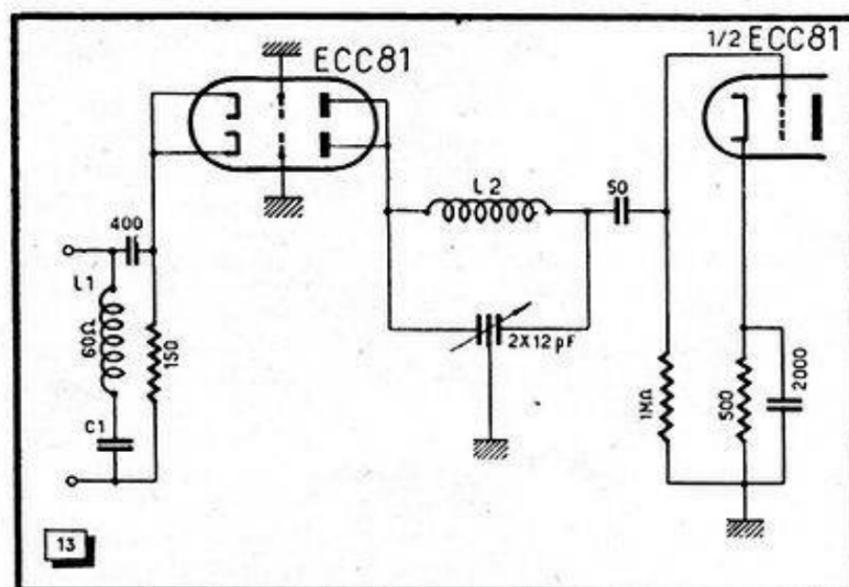
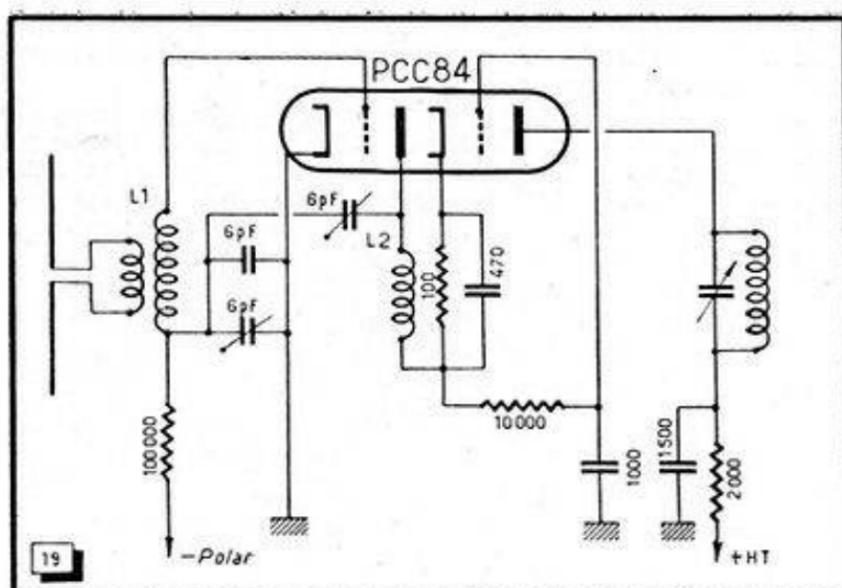

Fig. 13. — Amplificateur commandé par la cathode à circuit de liaison série.
Fig. 19. — Cascode à neutrodynage capacitif et circuit de liaison série
Mais le souffle peut être réduit de plus de la moitié en adoptant le circuit d'entrée de la figure 13 (3). Ici, la grille de commande est connectée à la masse, et le signal est appliqué à la cathode. Le courant électronique est donc toujours commandé par une variation de la tension entre grille et cathode; le gain de l'étage s'écrit encore
Dans notre cas (fig. 13) où deux éléments d'une ECC81 sont mis en parallèle, donnant une pente totale de 10 mA/V, on obtient une impédance de 100 Ω. La résistance de polarisation de 150 Ω s'y trouvant connectée en parallèle, on arrive à une valeur totale de 60 Ω. On peut donc connecter
Le gain total de l'étage est plus réduit que dans le cas d'une commande par la grille où intervient une transformation d'antenne. On le fait donc quelquefois suivre d'un second étage H.F.; la figure 13 en donne un exemple. Bien qu'on puisse utiliser le circuit de sortie de la figure 10 pour la liaison, on a choisi ici un mode plus original. Le bobinage  $L_2$  se trouve placé entre plaque et grille des deux lampes, les capacités parasites de ces deux électrodes se trouvent donc connectées en série. La capacité totale devient ainsi quatre fois plus petite que dans le cas de la figure 10; l'accord est effectué par un condensateur papillon ou à deux cages, les deux rotors étant reliés à la masse. Le bobinage comportera 9 spires en fil 10/10, le diamètre du support étant de 10, la longueur de 14 mm.
Un montage à neutrodynage par capacité est indiqué en figure 19 (4). Le circuit de liaison est ici du type série, que nous avons mentionné à propos de la figure 13. Amorti par la basse impédance d'entrée du second tube, il n'a pas besoin d'être muni d'un accord variable.